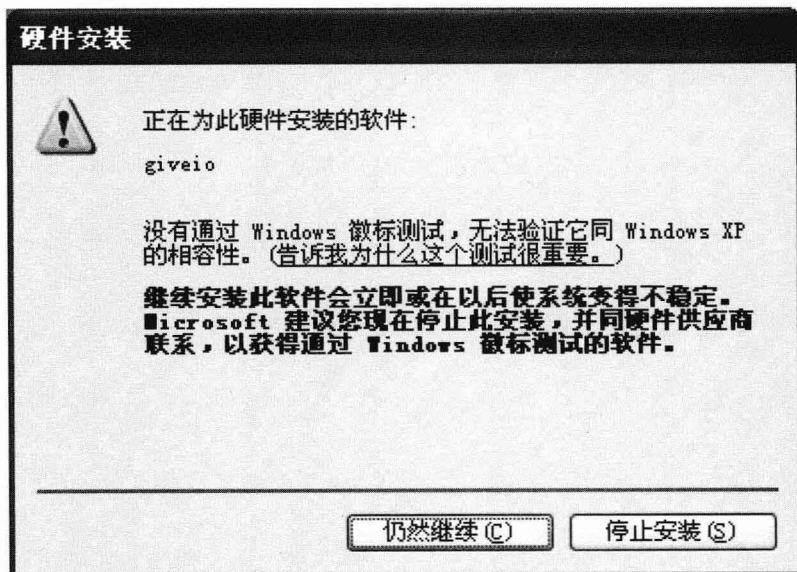

图 1-18 Windows XP 相容性测试界面
- ⑬ 在弹出的 Windows XP 相容性测试界面中点击“仍然继续(C)”按钮，如图 1-18 所示。